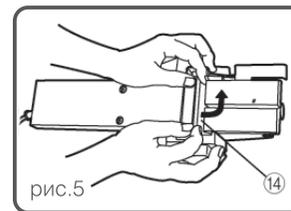

рис.5
- b. Установите держатель режущего лезвия рубанка на готовый узел, как показано на рис.5, и закрепите три болта. Болты должны быть надежно затянуты.